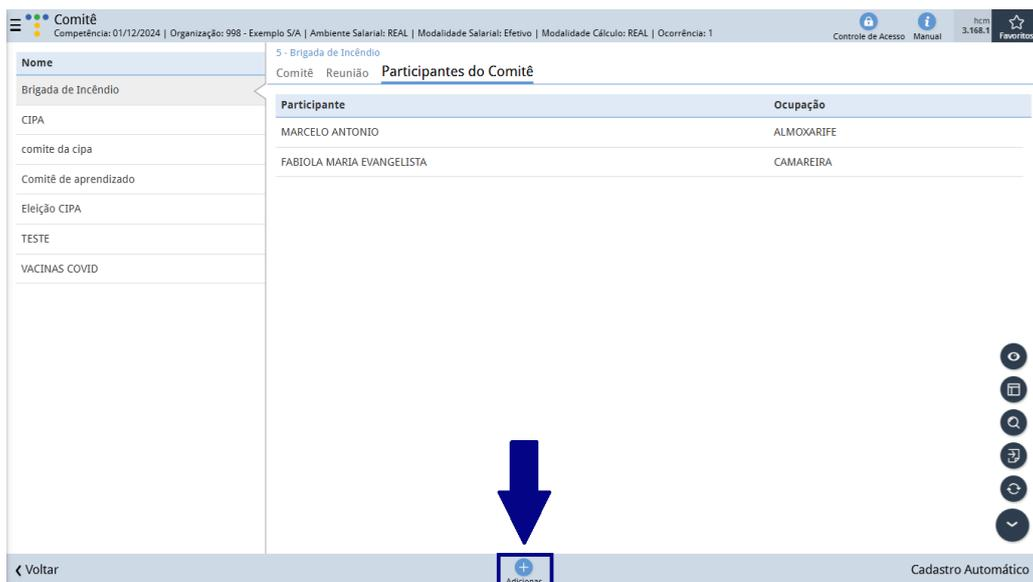

Figura 99: Adicionar
2. Clique em **Adicionar** (Figura 99) no inferior da tela.